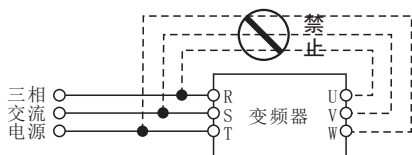

图1-2
- 严禁将交流电源接到变频器的输出端子U、V、W上，否则将会造成变频器的损坏，如图 1-2 所示。